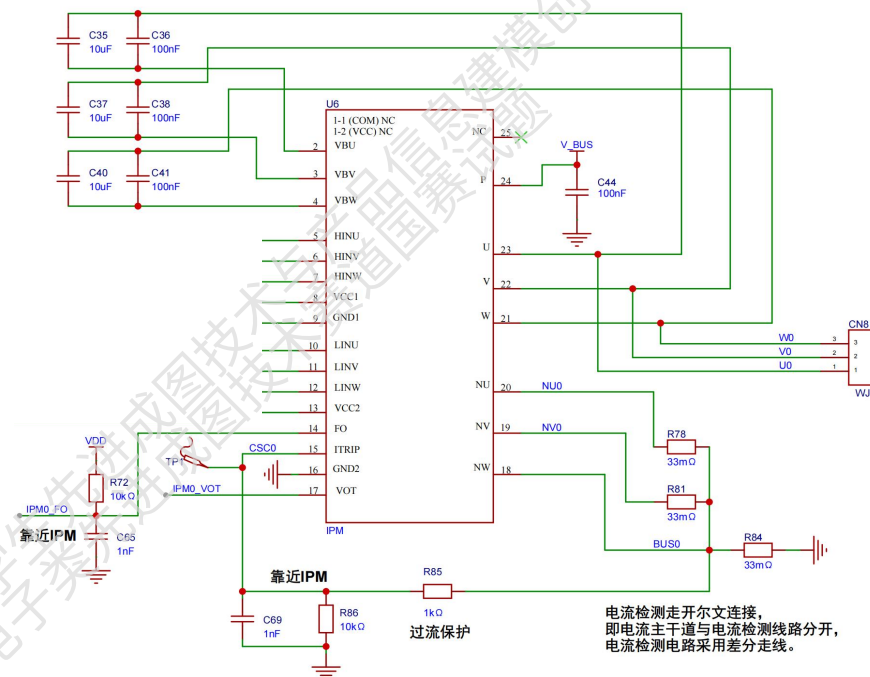

图 6 原理图
3、在 Compressor_Driver 图页中，依据图 6 抄画电路图(允许重复使用本图页内的已给出的器件和部分原理图，U6 的 5-13 号引脚连接参照本试卷第 13 页)，为元件添加正确的属性值，并正确配置元件位号。